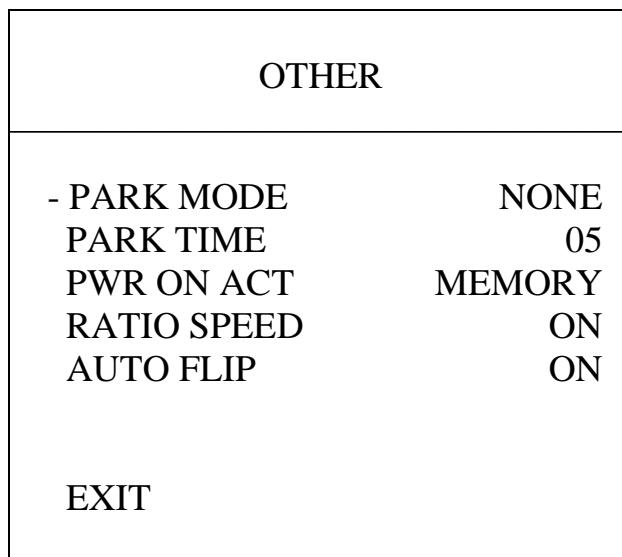

Рис.18. Меню OTHER
- PARK TIME: Задание времени в минутах, по истечении которого, если оператор не выполняет каких-либо действий камера переходит в режиме ожидания и начинает выполнять действие, указанное в пункте PARK MODE (рисунок 18). Доступный диапазон 1 – 60 мин.